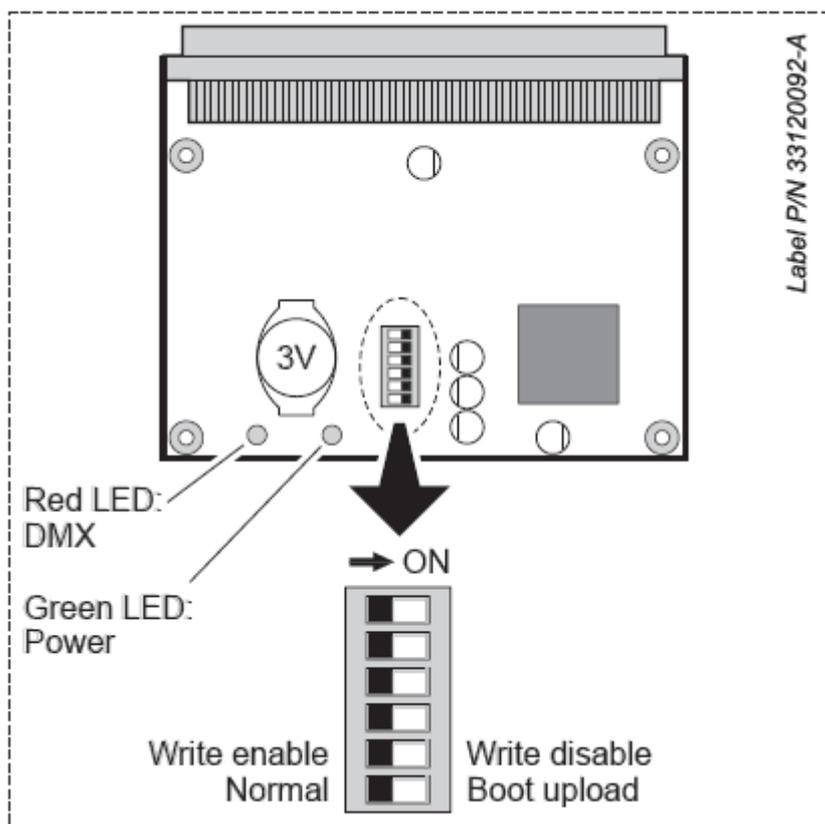

рис.21 Основной блок
- 3.См. рис.21. Найдите 6-пиновый DIP переключатель на блоке управления процессором и переключите шестой пин в положение On (загрузка в режиме перезапуска включена)
Батарею на 3 В, расположенную на блоке управления процессором (обозначена 3V на рис.21), со временем будет необходимо заменить. При истечении срока службы батареи, она перестанет питать встроенные часы, а на экране отобразится **RCER**. Свяжитесь со службой поддержки Martin, чтобы получить информацию о замене батареи.